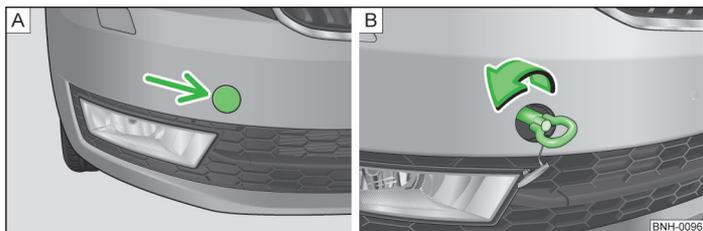

Fig. 119 Pare-chocs avant : Cache/pose de l'œillet de remorquage
- Appuyez sur la moitié gauche du cache dans le sens de la flèche » fig. 119 - A.
- Visser manuellement l'œillet de remorquage à fond vers la gauche » fig. 119 - B.